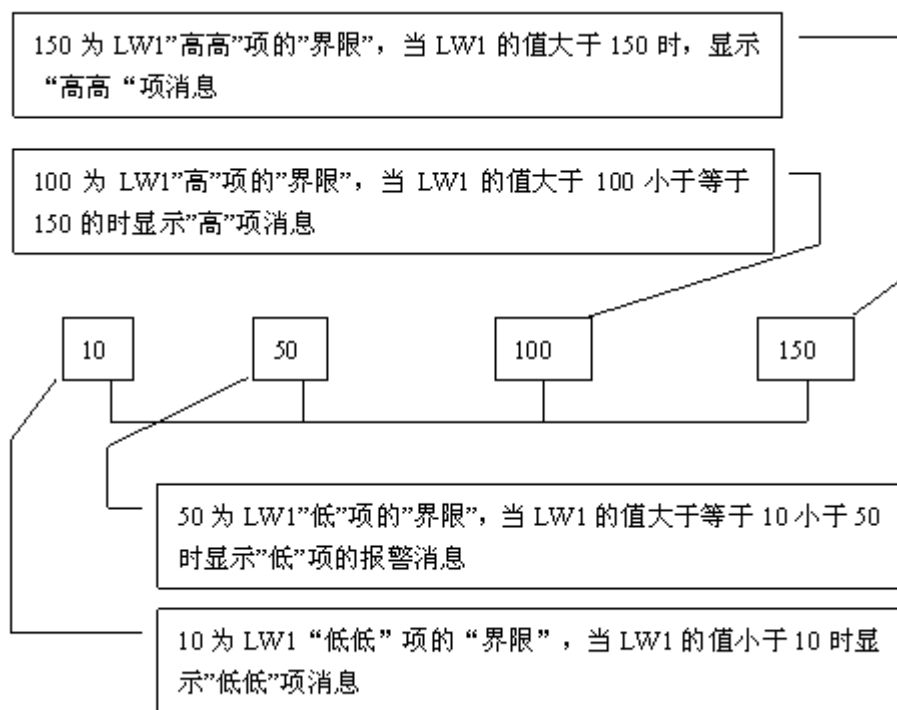

图 7-30 LW1 地址的四个地址值区域的划分图
- 单击列表框中的每一项，把鼠标移动到右方的“界限”中，为该项输入一个数据。再把鼠标移动到右方的“消息”模块中的“文字”编辑框中，在该编辑框中为该项输入文本信息，也即是报警内容。这里假设设置的消息（即报警内容）如图 7-28 所示。从图 7-28 可以看出，每个地址值可以划分为 4 个区域，即报警地址数据的分区。这个区域分别为：低低，低，高，高高。下面以地址 LW1 为例说明这四个区域的含义（LW1 地址的四个选项的“使用”都选中）。如图 7-30 所示：